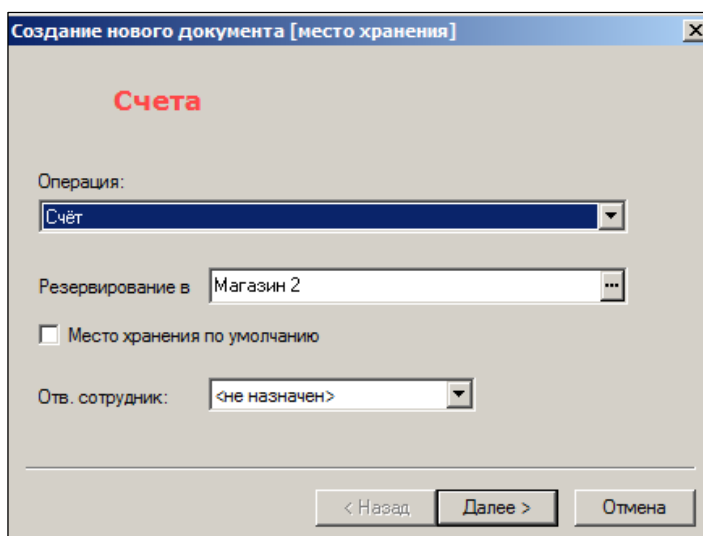

Рисунок 38 – Создание счета (1)
7. Выбрать операцию (Рисунок 38):